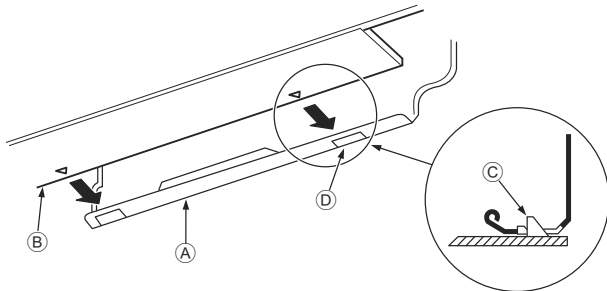

Fig. 3-10
3. Hängen Sie den oberen Teil der Innenanlage an die Montageplatte ①, während Sie die Kältemittelleitung und das Abflussrohr in die Wandöffnung (Tülle) einführen.
5. Befestigen Sie die Innenanlage, indem Sie sie gegen die Montageplatte ① drücken. (Fig. 3-10)